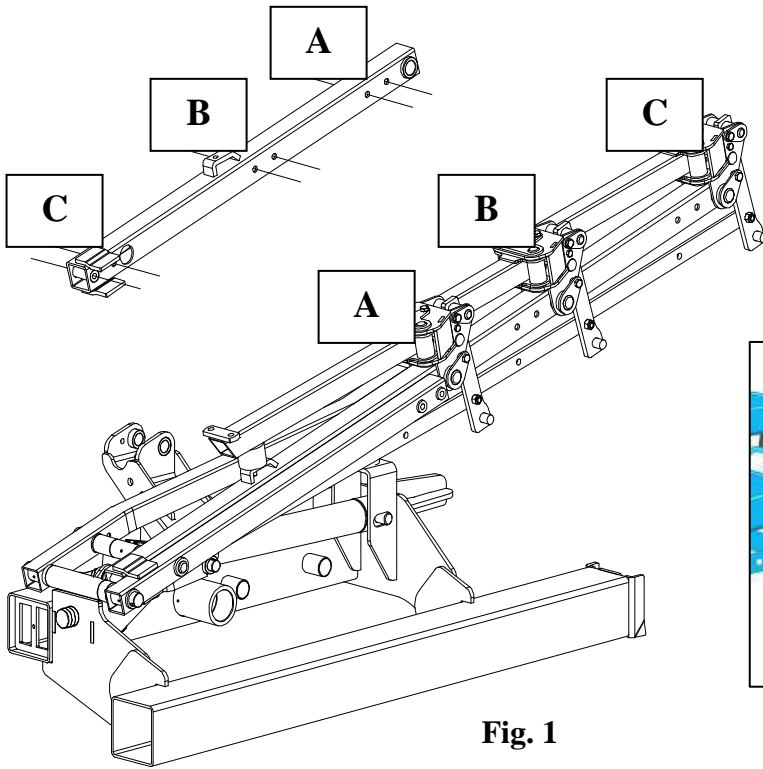

Fig. 1
3. Aflojar las bridas o tornillos (fig. 1, A et B).
Une fois le calcul effectué, le tableau indique la position la mieux adaptée au montage de votre rayonneur en fonction de l'écartement et du mode de traçage. (fig. 1)